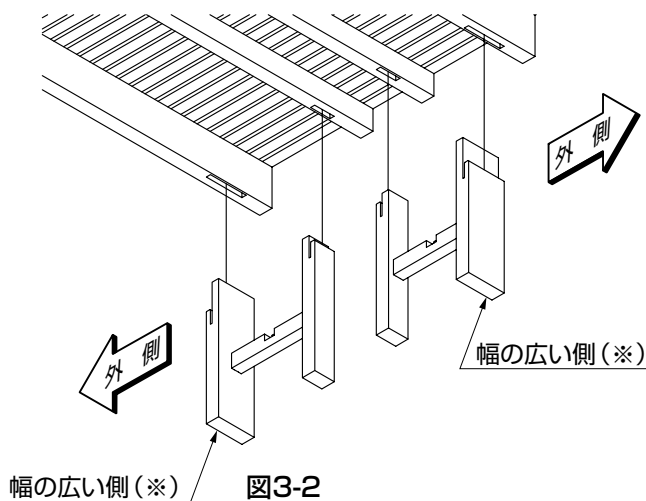

図3-2
- XL(D900)の場合は、脚部は幅の広い側(※)を外側に向けて取付けてください。(図3-2参照)